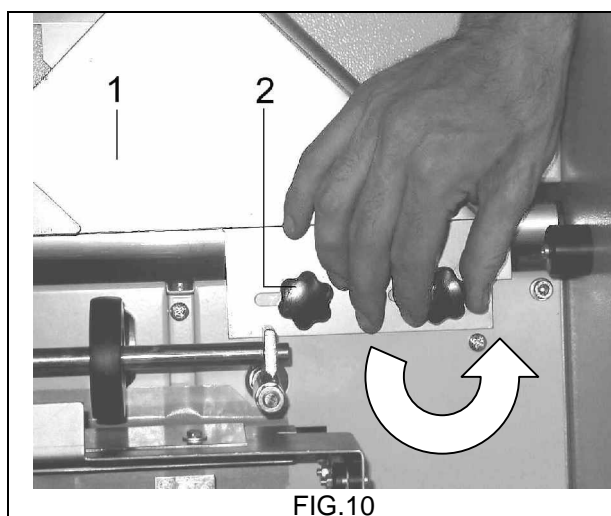

FIG.10
- настройте формовочный бокс (1-рис.10) в соответствии с шириной упаковываемого предмета: для этого следует ослабить винты (2-рис.10) и сдвигая или раздвигая элементы формовочного бокса добиться требуемой ширины.
- установите формовочный бокс таким образом, чтобы пакуемый предмет располагался по центру относительно продольного запаивающего НОЖа и затените винты(2-рис.10).